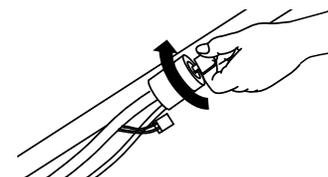
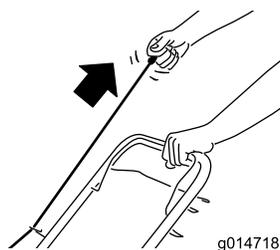

Figura 16
Figura 17
2. Inserite la chiave nello starter elettrico e giratela (solo modelli con avviamento elettrico, fate riferimento a Figura 16) o tirate la maniglia dell'avviatore autoavvolgente (Figura 17).